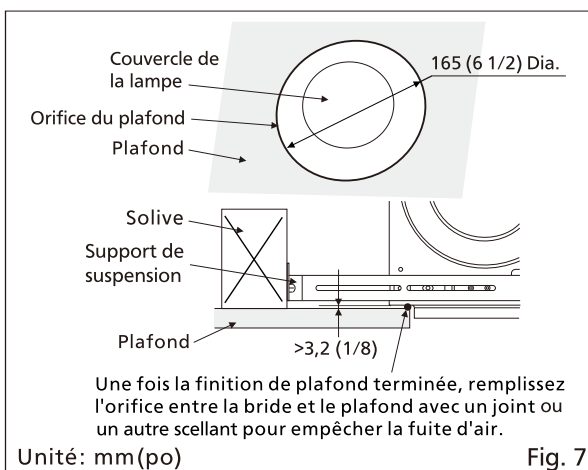

Fig. 7
10. Terminez la finition du plafond. Un trou circulaire (165 mm (6 1/2 po) de diamètre.) doit être découpé dans le plafond. De plus, assurez-vous qu'il y aura un espace (>3,2 mm (1/8 po)) entre le dessous du boîtier du ventilateur et le plafond. (Voir Fig. 7)